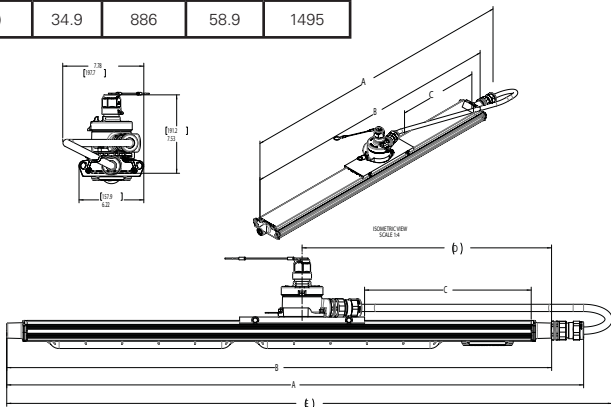
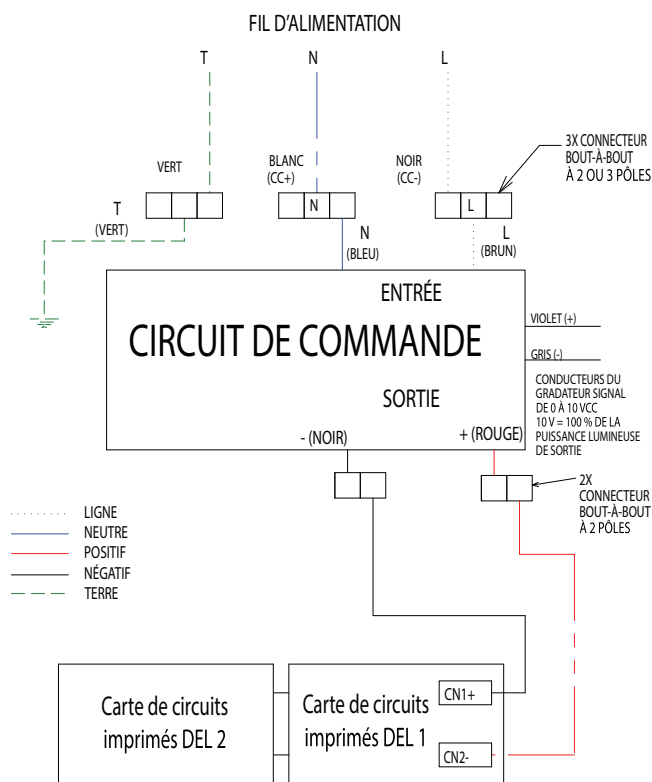

Figure 10
Figure 15
- Poser le support de fixation coulissant avec la boîte de jonction sur la bride de montage du luminaire, comme illustrée à la figure 10. Régler la position de la fixation coulissante selon la distance C indiquée dans le tableau. Remarque : la distance C se rapporte à l'extrémité de la bride de montage du luminaire.
- Installer un (1) corps fileté de presse-étoupe à la boîte de jonction et un (1) corps fileté de presse-étoupe au plot sur l'extrémité du circuit de commande du luminaire. Se reporter à la fiche IF1647 pour des directives sur l'installation du raccord TMCX et sur la préparation du câble.
- Placer le câble de manière similaire à celle illustrée à la figure 10.
- Ouvrir le couvercle du circuit de commande en desserrant les quatre (4) vis du couvercle en acier inoxydable no 10-32 x 0,75 po. (Voir la figure 10) Tous les composants dans le luminaire sont câblés; ainsi, il ne reste qu'à raccorder le fil de phase, le fil neutre et le fil de mise à la terre aux bornes ou fils conducteurs du luminaire selon les schémas de câblage (voir les figures 15 et 16), à l'aide de méthodes conformes aux codes applicables. Raccorder d'abord le conducteur de mise à la terre (vert) de l'équipement, puis le courant (blanc) et la tension composée (noir). Pour les applications en tension continue, raccorder le fil positif (+) au fil blanc et le fil négatif (-) au fil noir. Serrer tous les raccordements électriques. Remarque : les orifices standards sont de 3/4 po NPT.
- Remettre le couvercle du circuit de commande en place et serrer les quatre (4) vis de montage du couvercle au couple de 31 po-lb (3,6 N.m).
3. Pour faciliter le retrait du couvercle, un point d'appui a été placé dans l'un des coins du couvercle. (Voir la figure 15.)